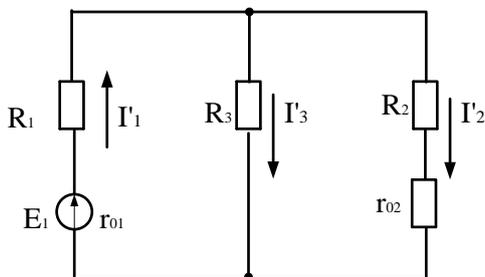

Рис.2
2. Предположим, что в цепи действует только E_1 (рисунок2). Укажем на этой схеме направление частичных токов, создаваемых источником E_1 (токи обозначим с одним штрихом I'_1 ; I'_2 ; I'_3). Это направление не произвольное, а следует из схемы (также, как в схеме со смешанным соединением резисторов).